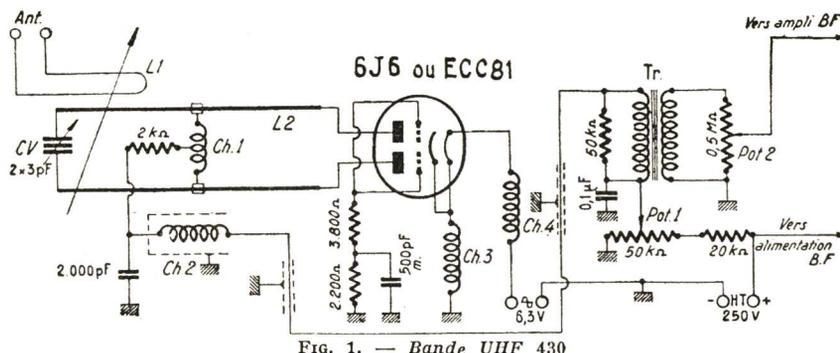

FIG. 1. — Bande UHF 430
a) Le récepteur (fig. 1).
Ch_1 = bobine d'arrêt UHF, 4 μ H environ ; Ch_2 = bobine d'arrêt HF, 10 mH environ. Tous les autres éléments sont identiques à ceux utilisés pour le montage de la figure 1.